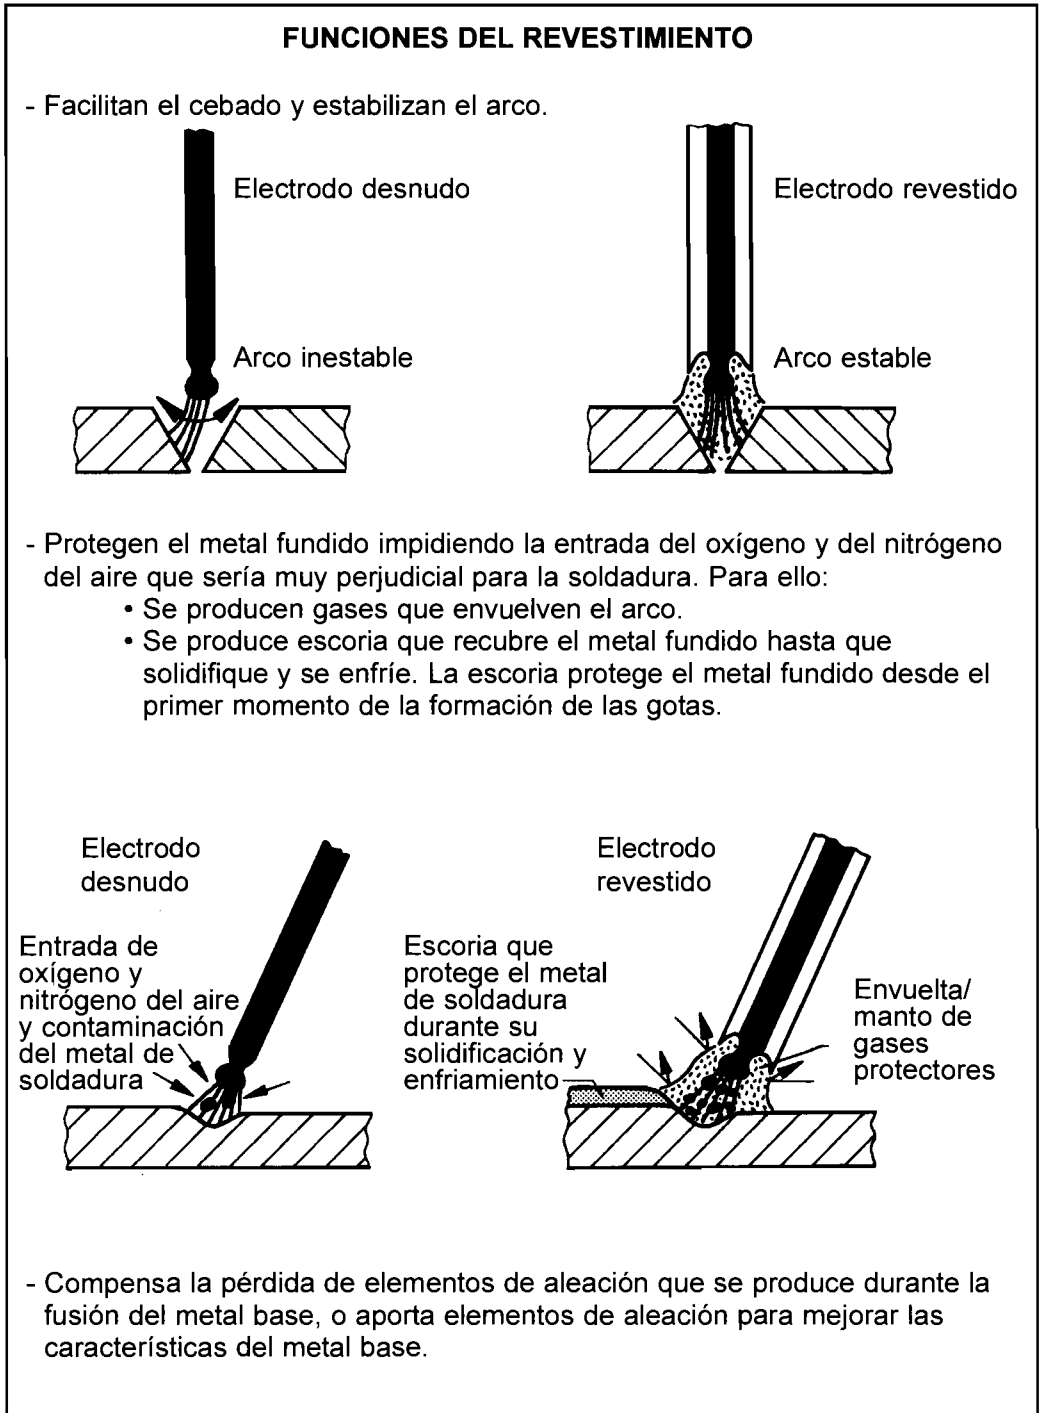

FIGURA 10.6: FUNCIONES DEL REVESTIMIENTO DEL ELECTRODO
- El **revestimiento** que es un *cilindro* que envuelve el alma, concéntrico con ella y de espesor uniforme, constituido por una mezcla de compuestos que caracterizan el electrodo y que cumple varias funciones, las cuales evitan los inconvenientes del electrodo desnudo. En la figura 10.6 se indican las funciones más importantes del revestimiento y se compara el comportamiento del electrodo revestido frente al desnudo.